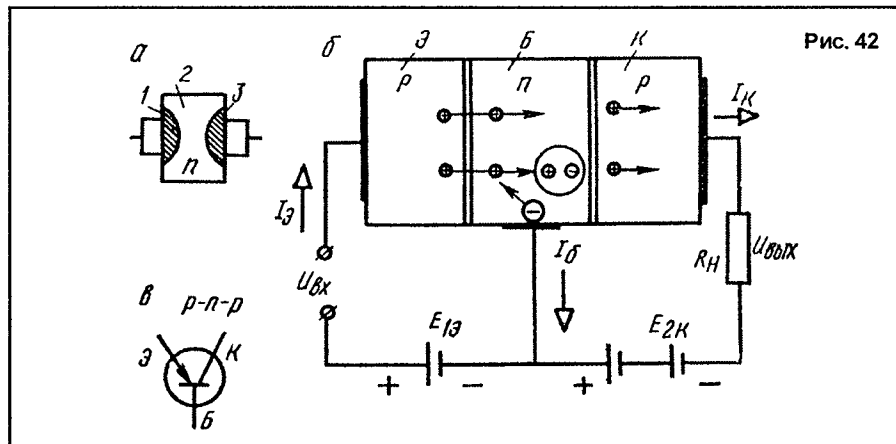

Рис. 42
**ПОЛУПРОВОДНИКОВЫЙ ТРИОД, ТРАНЗИСТОР** – электропреобразовательный полупроводниковый прибор с двумя  $p-n$  переходами, служащий для усиления электрических сигналов. Полупроводниковый германиевый триод состоит из тонкой пластинки германия 2 (рис. 42а) с электронной  $n$ -проводимостью, с противоположной стороны которой вплавлены две таблетки индия. Индий, диффундируя в германий, образует две области (1 и 3) с дырочной  $p$ -проводимостью. Толщина области с  $n$ -проводимостью от нескольких до десятков микрон. Смежные области, отделенные друг от друга  $p-n$  переходами, называются *эмиттер Э*, *база Б* (или основание) и *коллектор К* (рис. 42в). Работа полупроводникового триода заключается в следующем (рис. 42б). Допустим, что цепь эмиттер-база разомкнута и ток в ней равен нулю ( $I_3 = 0$ ), а между коллектором и базой приложено обратное напряжение  $E_2$  (порядка десятка вольт). В этом случае в цепи коллектора проходит небольшой обратный ток  $I_K$ , который является одним из параметров транзистора. Меньшие значения его соответствуют лучшим качествам полупроводников.